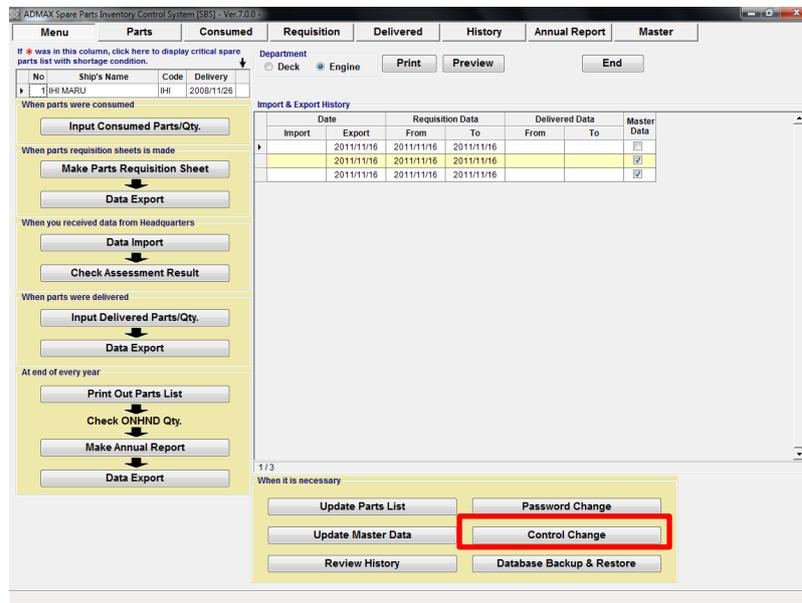
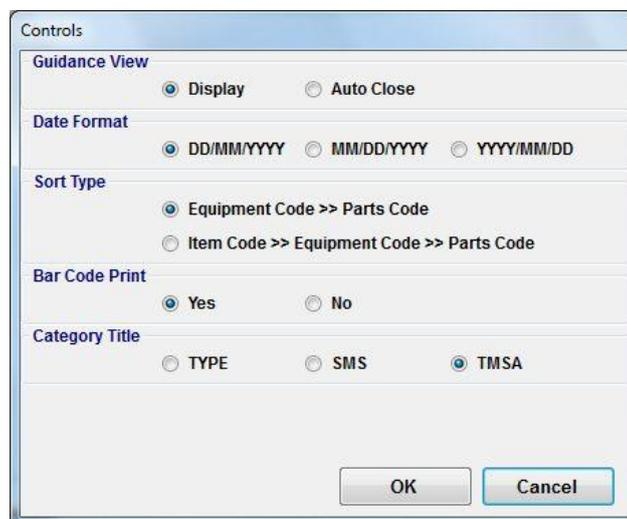

図 15.1 Menu
図 15.2 Controls
1. [Control Change] ボタン をクリックすると"Menu Screen"で、(図.15-1) "Controls Dialog"(図.15-2) が表示されます。